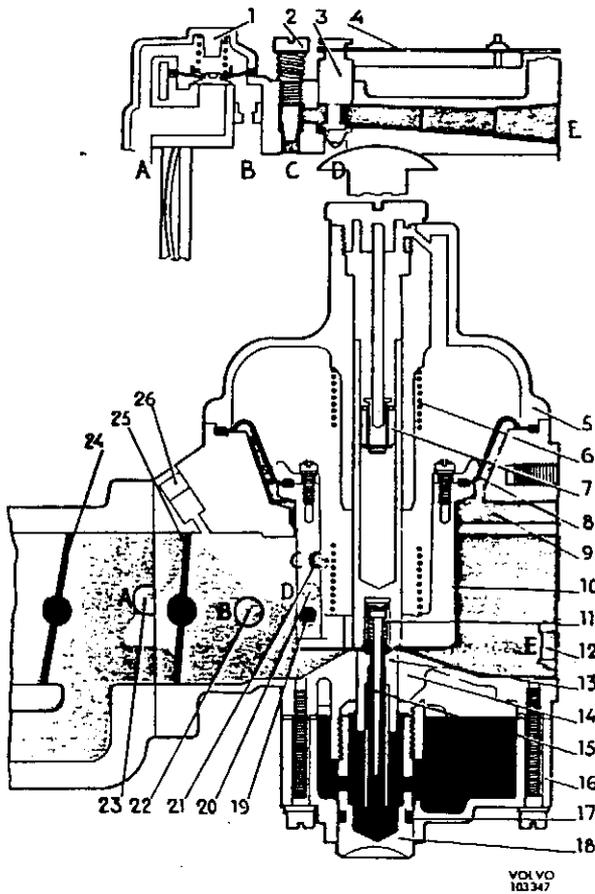
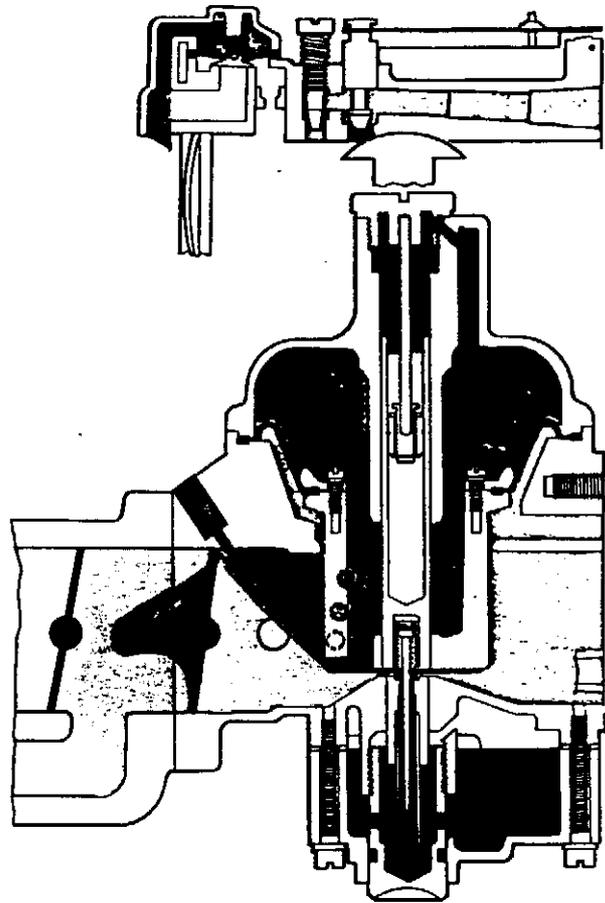

Abb. 72 Kaltstart
Abb. 73 Leerlauf, warmer Motor
niedrig und der Spalt zwischen Unterdruckkolben und Steg wird klein (Abb. 73). Hierdurch befindet sich der stärkere Teil der Kraftstoffnadel in der Düse und nur eine geringe Kraftstoffmenge, die dem Leerlaufbedarf entspricht, wird in den Motor gesaugt. Der Temperatenausgleicher (Abb. 72) wird durch eine Bimetallfeder (4) geregelt, die ein Ventil (3) beeinflusst. Wenn der Motor warm wird und die Temperatur im Vergaser ansteigt, öffnet das Ventil und im Saugrohr wird ein Luftzuschuß erhalten, um die erhöhte Kraftstoffmenge auszugleichen, die aufgrund der Viskositätsveränderung des Kraftstoffes erhalten wird (siehe Abb. 73). Mit der Gemisch-Schraube (2, Abb. 72) kann eine Feineinstellung des Leerlaufes erfolgen.
Nadel (15, Abb. 72), die am Kolben befestigt ist, aus der Düse gehoben. Die Durchflußfläche und hiermit auch die Kraftstoffmenge wird größer, siehe Abb. 74. Da der Unterdruck im Ansaugrohr des Motors von Drehzahl und Belastung des Motors abhängig ist, wird immer die richtige Kraftstoffmenge bei allen Belastungsverhältnissen erhalten.
Wenn der Unterdruckkolben (10, Abb. 72) gehoben wird, wird der Dämpfkolben (7) gegen seinen Sitz gedrückt und hindert das Öl, von der Oberseite zur Unterseite des Dämpfkolbens zu strömen. Die Bewegung des Kolbens (10) wird gebremst. Hierdurch entsteht kurzfristig ein stärkerer Unterdruck oberhalb der Düse, und das Kraftstoff-Luftgemisch wird vorübergehend fetter.